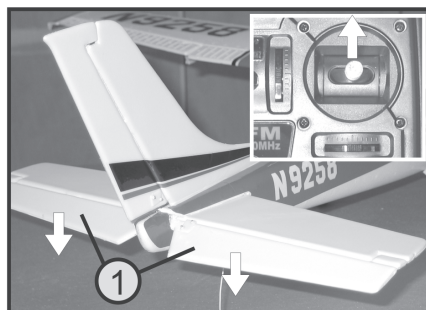

Figure 16c
- Quand vous poussez le levier de commande droit de l'émetteur (voir fig. 2, pos. 4) vers le haut, le volet de la gouverne de profondeur (1) doit braquer d'env. 1 cm vers le bas, voir figure 16c.